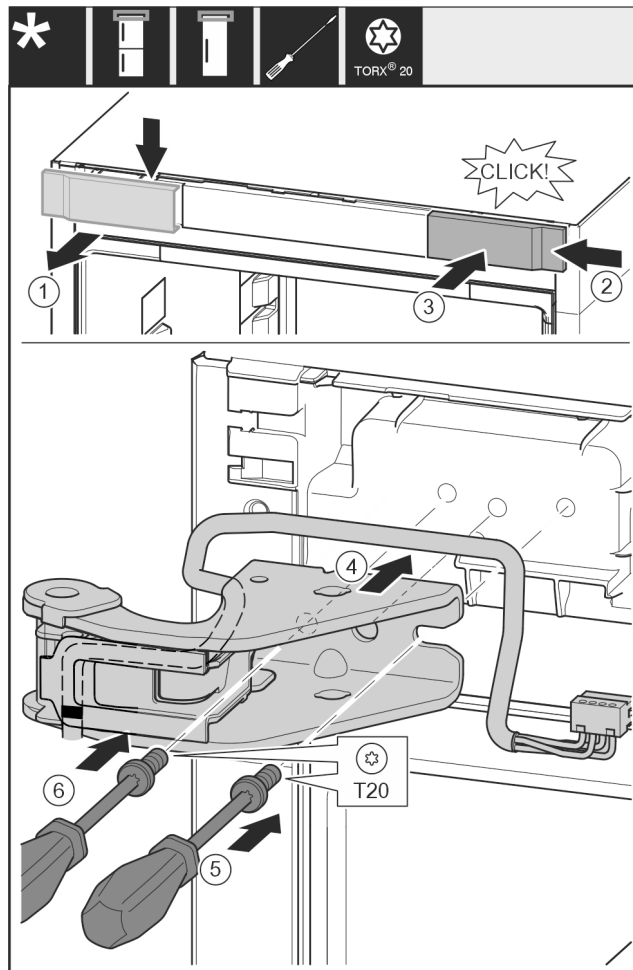

Fig. 32
- Irrota suojus ylöspäin eteen. Fig. 32 (1)
- Ripusta suojus paikoilleen 180° käännettynä toiselle puolelle oikealta. Fig. 32 (2)
- Anna suojuksen lukittua paikoilleen. Fig. 32 (3)
- Aseta ylempi laakeripukki paikoilleen. Fig. 32 (4)
- Aseta ruuvi paikoilleen T20-ruuvimeisselillä ja kiristä se. Fig. 32 (5)
- Aseta ruuvi paikoilleen T20-ruuvimeisselillä ja kiristä se. Fig. 32 (6)